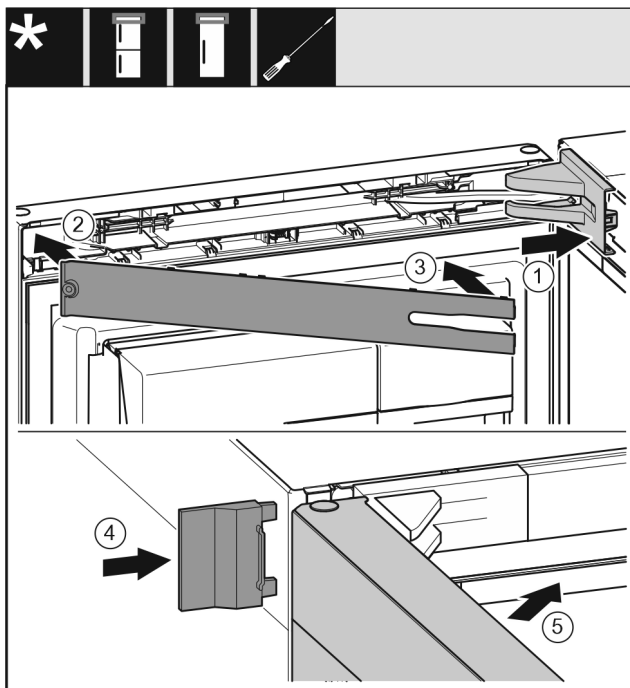

Fig. 46
- ▶ Applicare e innestare la copertura del blocco di supporto Fig. 46 (1), eventualmente staccarle l'una dall'altra con cautela.
- ▶ Applicare la maschera Fig. 46 (2).
- ▶ Ruotare verso l'interno la maschera Fig. 46 (3) e innestarla.
- ▶ Applicare la copertura esterna Fig. 46 (4).
- ▶ Chiudere la porta superiore Fig. 46 (5).